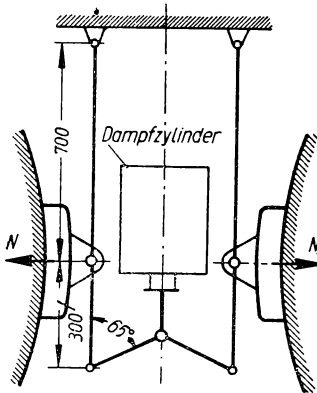

Bild 135
**269.** Die Lokomotivbremse (Bild 135) wird durch einen Dampfkolben von 160 mm Durchmesser mit 10 at Dampfspannung betätigt. Durch Hebel werden die Bremsklötze gegen die Räder benachbarter Achsen auseinandergedrückt. Zu berechnen ist **a)** die Kolbenkraft; **b)** die in den schrägen Spreizen erzeugten Druckkräfte; **c)** der Normaldruck  $N$  der Bremsklötze auf die Räder.